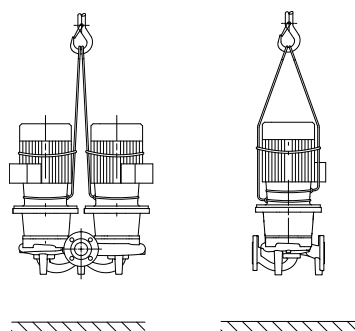

Fig. 7: Imbragatura della pompa
- Gli occhioni per il trasporto sul motore servono solo per introdurre le cinghie del dispositivo di sollevamento (fig. 7).